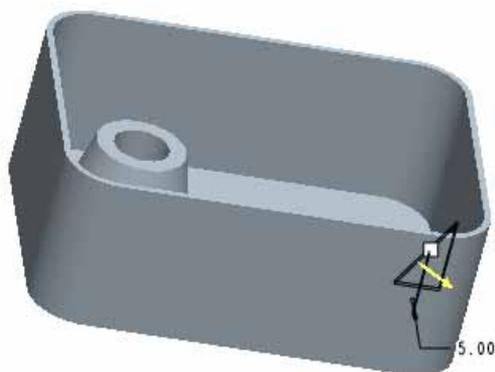

图 9-5
- (5) 单击草图工具栏中的 ，完成草图绘制返回特征操控板，输入筋的厚度为“5”，特征生成方向应如图 9-5 所示。